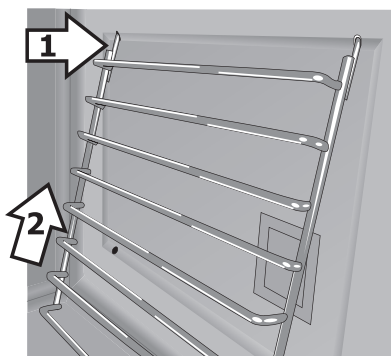

Figura 13: Soportes de rejilla de escalera - extremos superiores
1. Mantenga el soporte de rejillas de horno con un pequeño ángulo e inserte los extremos en los orificios de la parte superior de la cavidad del horno (Figura 13).
2. Introduzca la rejilla en los orificios superiores, alineando los extremos inferiores con los orificios de la parte de abajo (Figura 13).